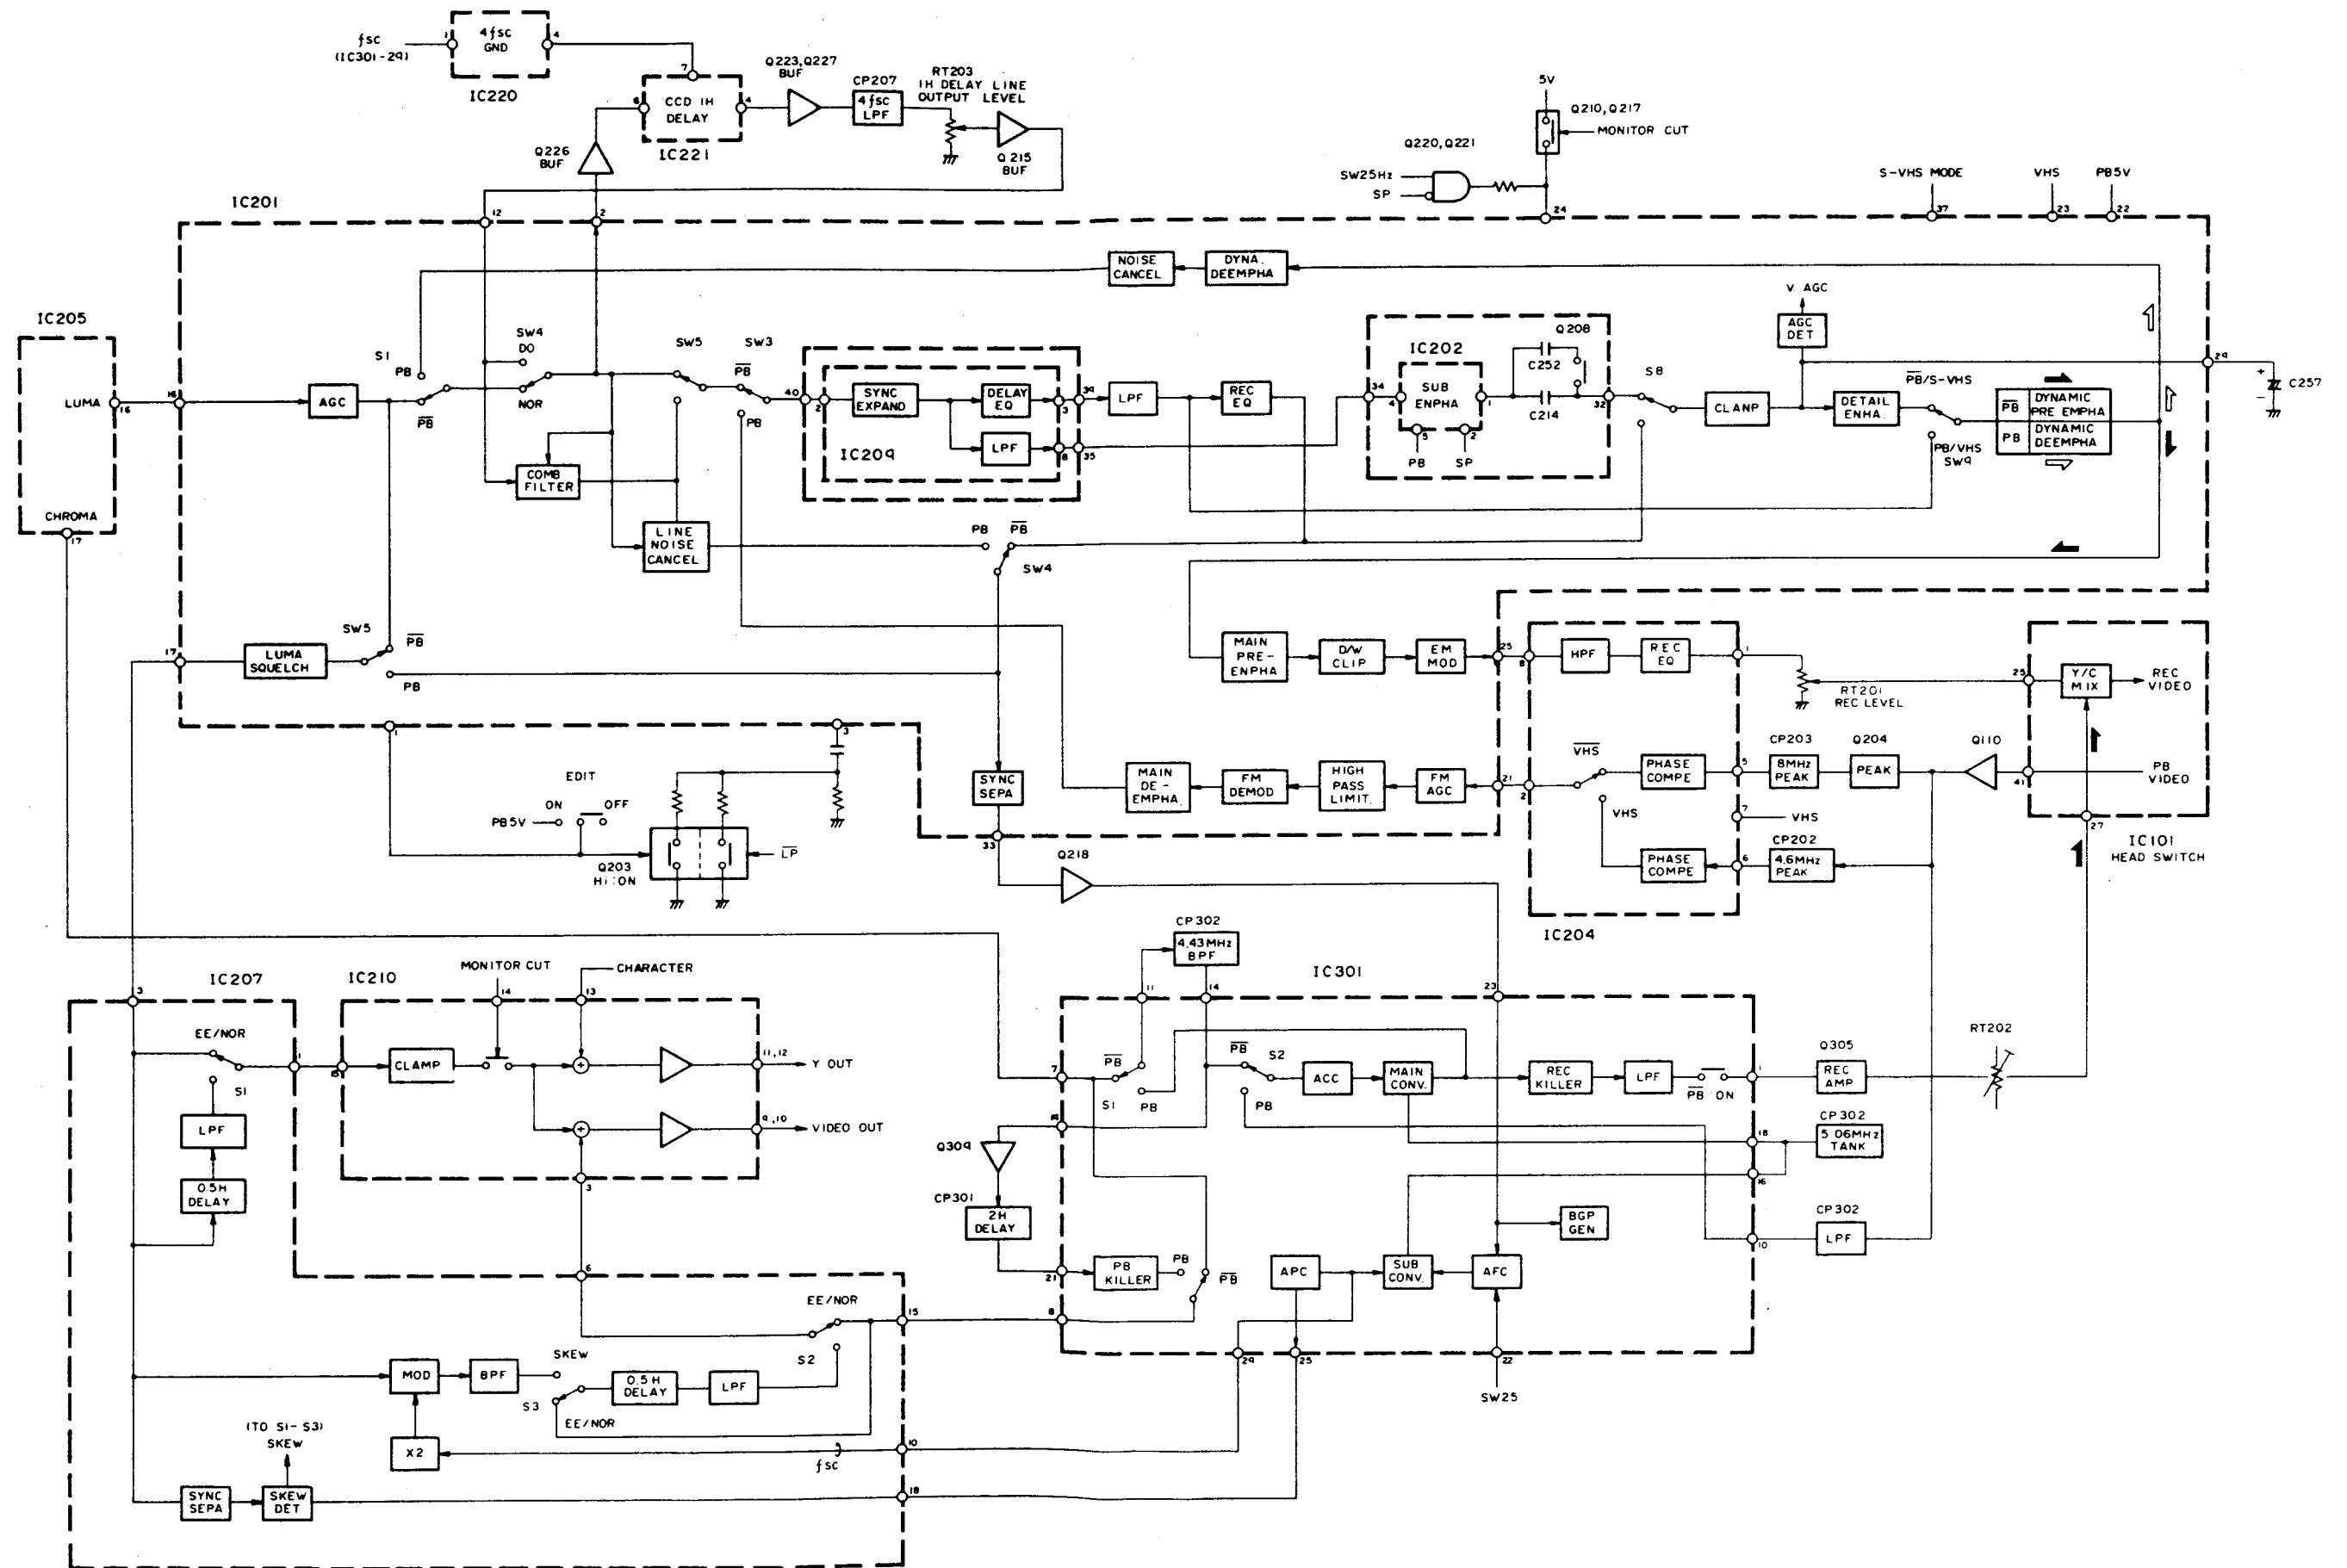

Abb. 5-4 Video-Verarbeitungsschaltkreis
3. Luminanzsignal-Verarbeitungsschaltkreis (Abb. 5-4 - 5-6)
3-1 Aufnahme-Schaltkreise (Abb. 5-4, 5-5)
3-2 Wiedergabe-Schaltkreise (Abb. 5-4)